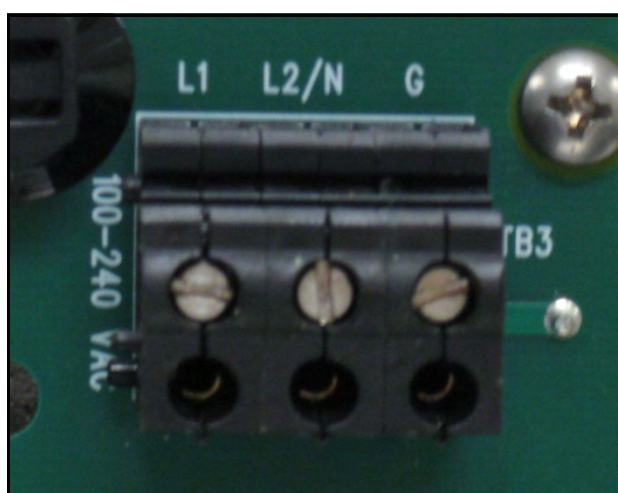

Figura 7: Bloque de terminales de alimentación eléctrica
4. Tienda las conexiones de alimentación CA hasta el bloque de terminales de alimentación que se muestra en la Figura 7. Se recomienda utilizar cable de alimentación 12-18 AWG (3,3-0,82 mm2).